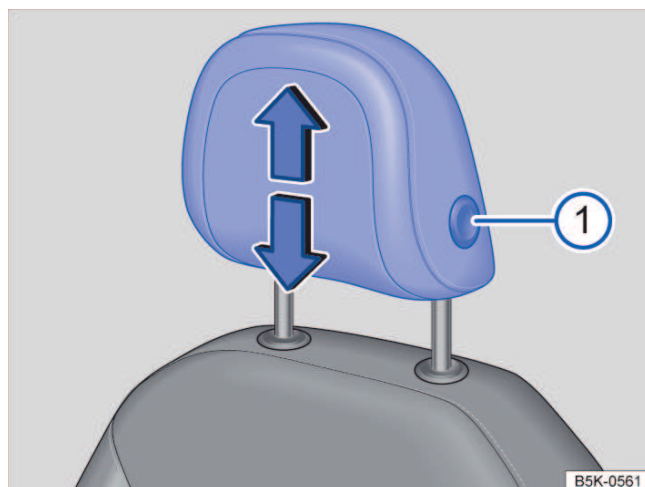

Fig. 70 Apoio para cabeça dianteiro: remover.
- Retirar o apoio para cabeça com o botão → Fig. 70 ① pressionado.
- Empurrar o apoio para cabeça totalmente para baixo com o botão → Fig. 70 ① pressionado.